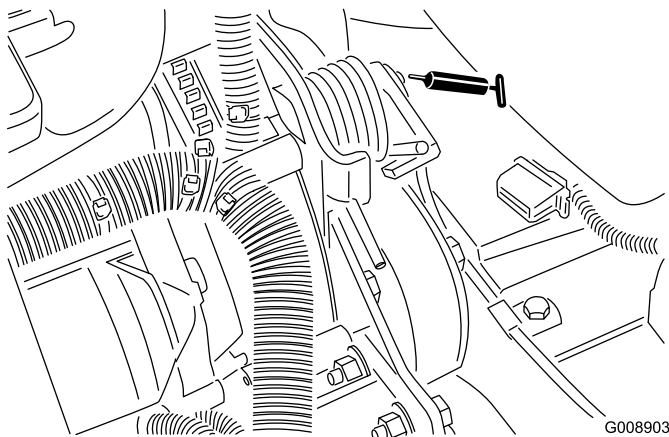

Figure 56
- Pivot de tension de courroie (Figure 56)